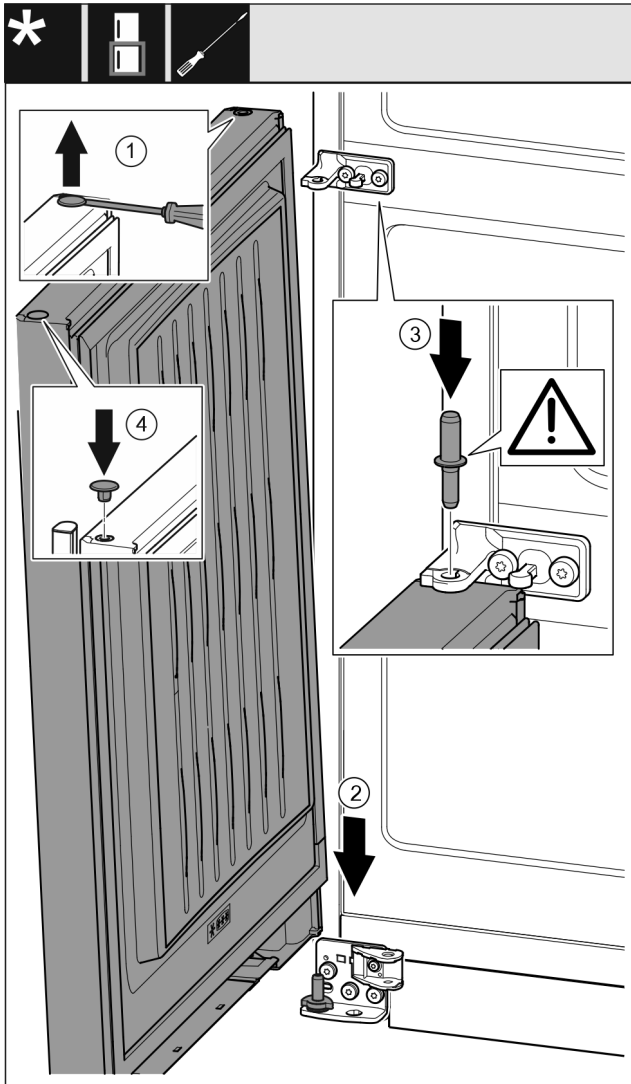

Fig. 41
- ▶ Løft forsigtigt propperne op med en flad skruetrækker, og træk dem ud. Fig. 41 (1)
- ▶ Sæt døren på fra oven og ned på den nederste hængselbolt. Fig. 41 (2)
- ▶ Sæt den midterste hængselbolt i gennem den midterste hængselkonsol i den nederste dør. Sørg i den forbindelse for, at låsekammen vender bagud. Fig. 41 (3)
- ▶ Sæt propperne igen i den anden dørside. Fig. 41 (4)